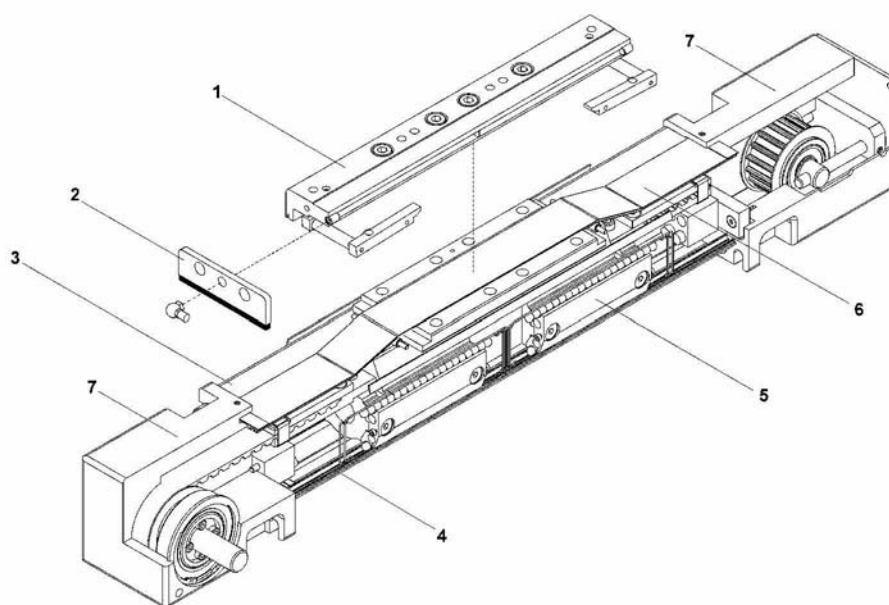

Bild 2:
WIESEL Lineareinheiten setzen sich aus folgenden Funktionsgruppen zusammen (Bild 1 und Bild 2):
Bild 2: Bei der Baugröße WM80 *POWERLine ZRT*® übertragen vier, bei den Baugrößen WM60-370 und WM80-370 zwei abgedeckte Kugelumlaufschlitten (5) die Momente von der Kraftbrücke (1) auf das Rohrprofil (3). Die Kugeln laufen hierbei in gehärteten Führungsbahnen (4). Die Schmierung erfolgt über einen zentralen Schmiernippel und Schmierkanäle (siehe Kapitel 8.1 „Schmierung“).